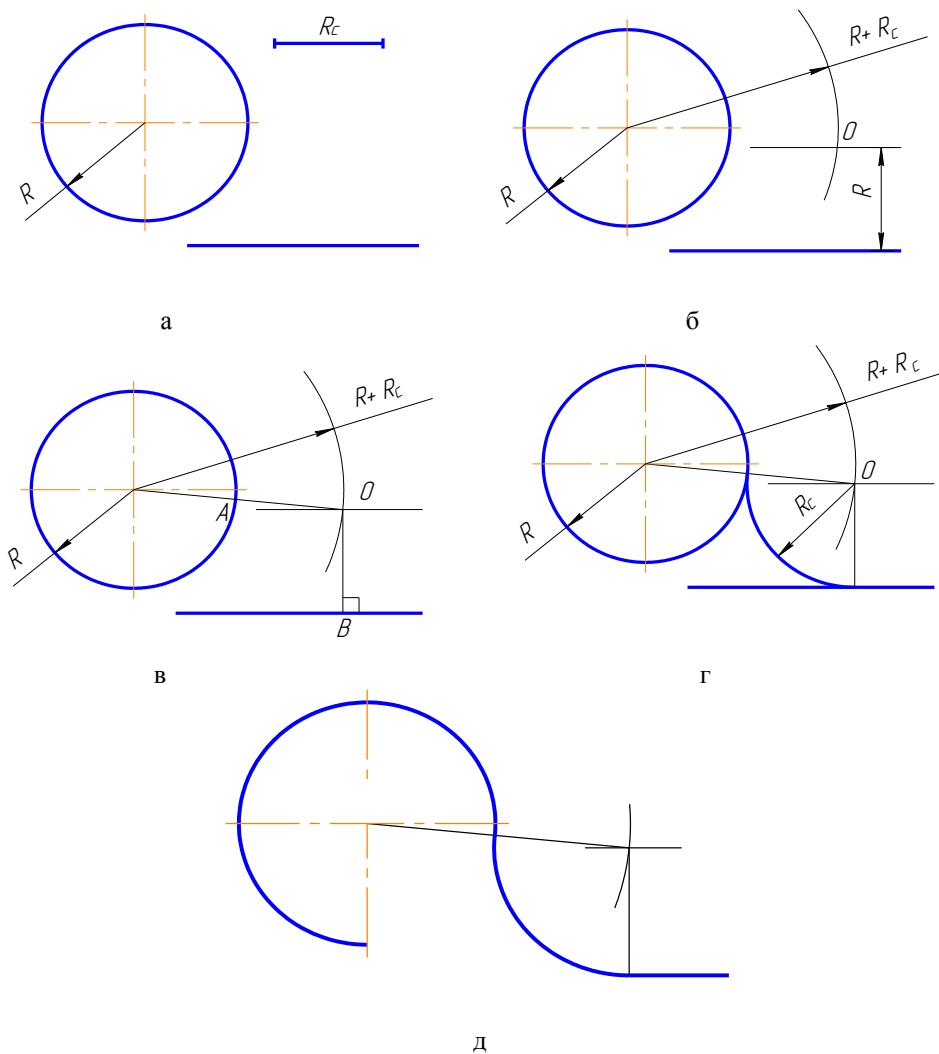

Рисунок 3.10 – Построение сопряжения дуги и прямой линии:
1. Находим центр сопряжения – точка O . На расстоянии, равном радиусу сопряжения, проводим вспомогательные дуги, и определим геометрические места точек равноудаленных от заданных прямой и окружности (рисунок 3.10 б).
2. Находим точки сопряжения A и B : из точки O опускаем перпендикуляр на заданную прямую и соединяем точку O с центром заданной окружности (рисунок 3.10 в);
3. Строим дугу сопряжения: между точками сопряжения проводим сопрягающую дугу заданного радиуса R (рисунок 3.10 г).
Результаты построения показаны на рисунок 3.10 д.